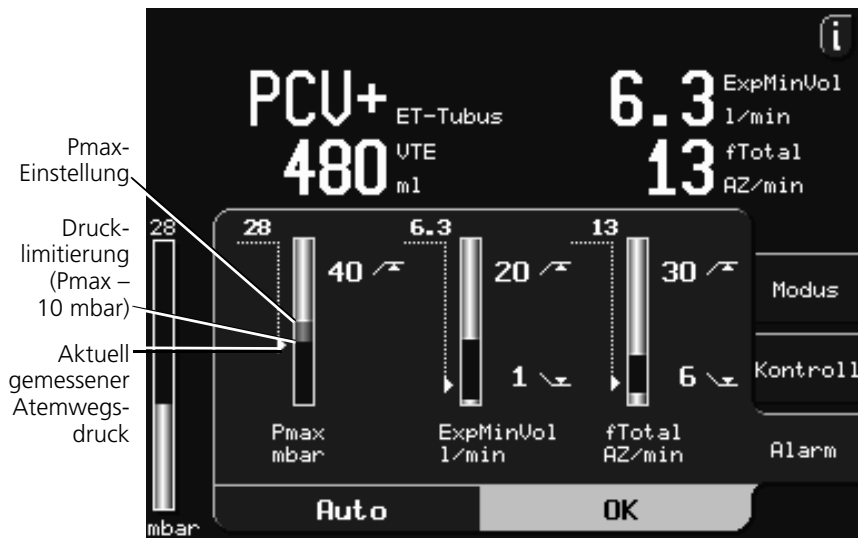

Abbildung 4-9. Fenster Alarm
1. Öffnen Sie das Fenster Alarm (Abbildung 4-9) durch Drücken der Taste Alarm.